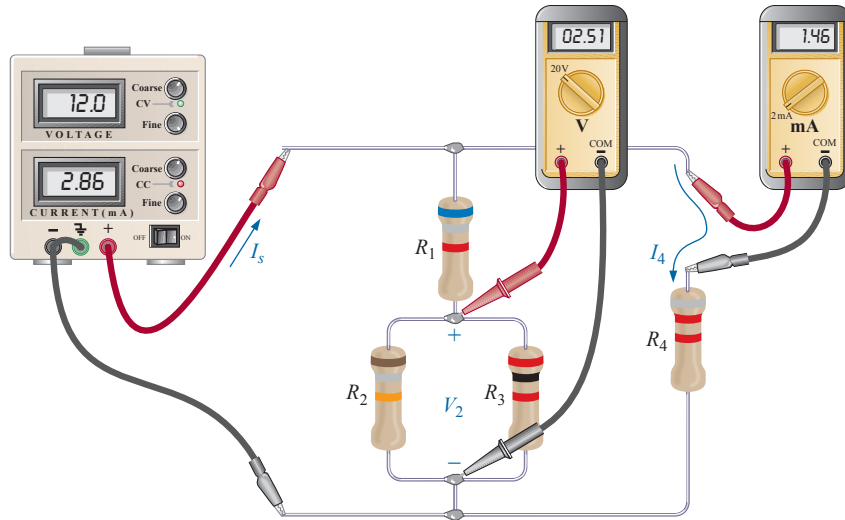

Figura 7.7 Inserção de um amperímetro e de um voltmímetro para medir  $I_4$  e  $V_2$ , respectivamente.
- b) Os medidores foram inseridos de maneira apropriada na Figura 7.7. Observe que o voltímetro está entre ambos os resistores, tendo em vista que a tensão através dos elementos em paralelo é a mesma. Além disso, observe que o amperímetro está em série com o resistor  $R_4$ , fazendo com que a corrente do medidor seja a mesma que atravessa o resistor em série. A fonte de alimentação exibe a corrente fornecida.